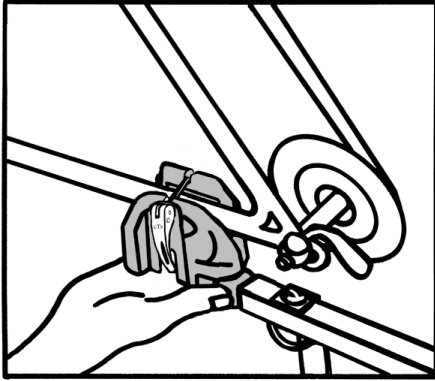

Abb.8
3. Wenn die Schnellspannachse vollständig in der Nut sitzt, den Schnellspannhebel vollständig nach unten auf die Kupplung klappen, bis er arretiert ist (dabei wird der Sicherheitsstift auf der rechten Seite des Schnellspannhebels herausgedrückt). Festen Sitz des Schnellspannhebels prüfen, indem versucht wird, den Hebel nach oben zu drücken (siehe Abb. 8).